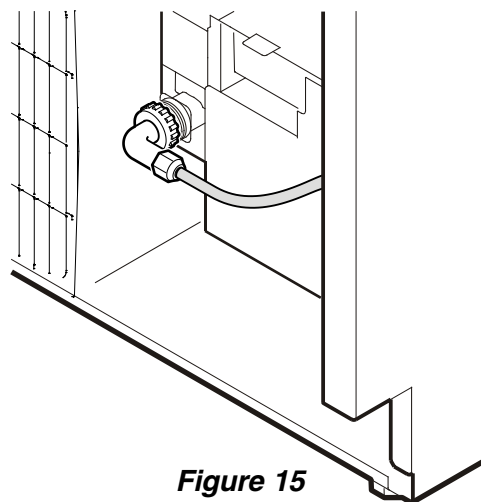

Figure 15
8. Visser l'adaptateur de diamètre extérieur sur l'électrovanne (**Figure 15**).